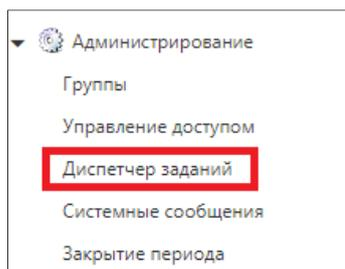

Рисунок 4.7.46 – Переход в подраздел «Диспетчер заданий»
1. перейти в модуль «Администрирование» в подраздел «Диспетчер заданий» (рис. 4.7.46);